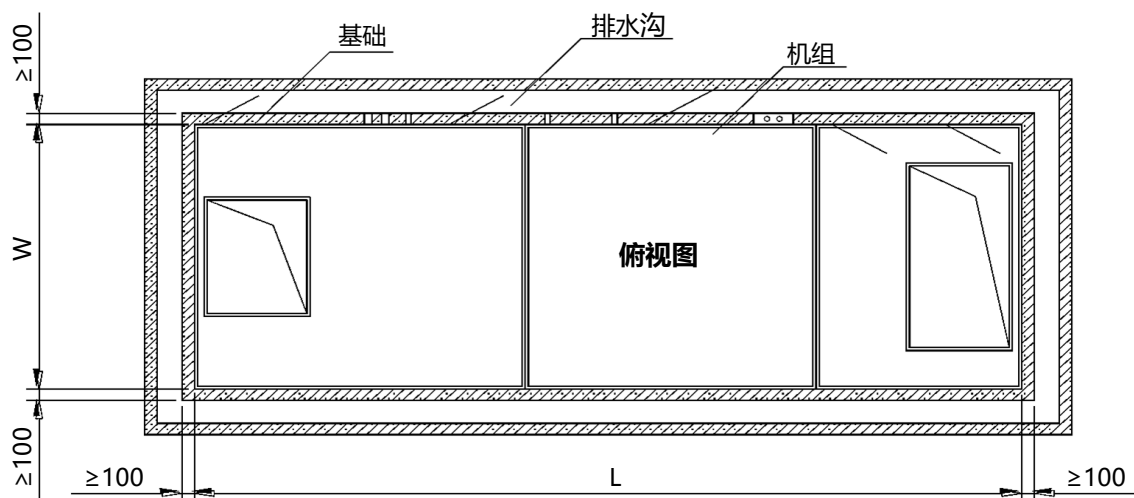

图4.3 机组基础设置要求示意图-俯视图
- 基础可用混凝土浇注或槽钢焊接制作，焊接时要保证槽钢表面平直。基础的高度不低于150mm，同时应满足水封要求。基础的四周应留有地沟、地漏，方便冷凝水及冲洗机组污水的排放。基础设置见图4.3/4.4，方案一跟方案二均可，根据实际情况选择。